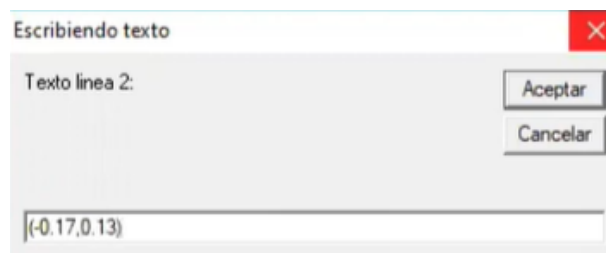

Figura 229. Coordenadas del vértice.
71. En la segunda ventana, introducir las coordenadas del vértice y presionar “Aceptar”. Figura 229.